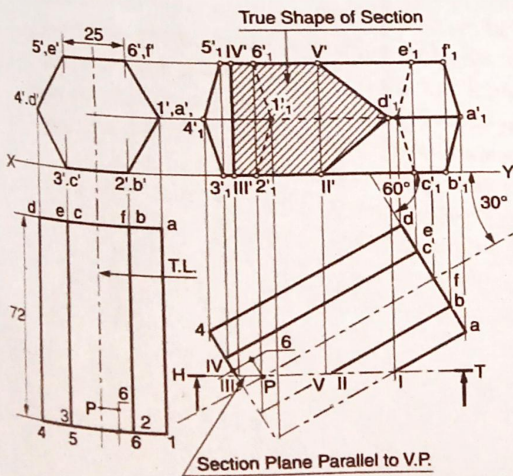

Fig. 14.11.
**SOLUTION:** Refer Fig. 14.11.